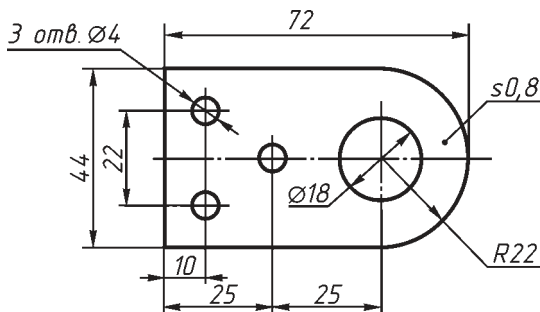

Рис. 49. Чертёж навесного ушка
4. Разработайте технологическую карту на изготовление навесного ушка (рис. 49).